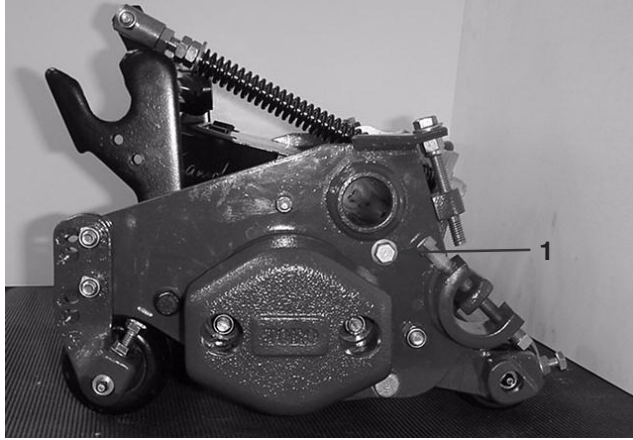

Bild 3
1. Zum Öffnen der hinteren Abdeckung (Bild 3) müssen Sie die Bundkopfschrauben lösen, mit denen die Abdeckung an der rechten Platte befestigt ist, die Abdeckung in die offene Stellung drehen und die Bundschraube festziehen.